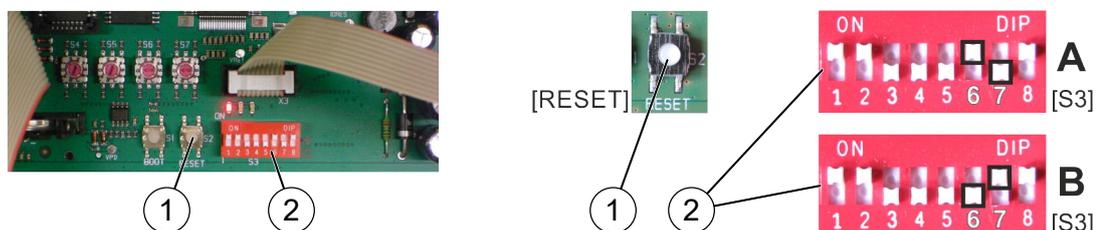

Abb. 35: [Reset]-Taster und DIP-Schalter "S3"
4. ➔ Auf der Steuerkarte CPU3 am DIP-Schalter "S3" (Abb. 35/2) die Schiebeschalter "6" und "7" in Abhängigkeit des Schaltertyps (transparent/grau) vornehmen:
5. ➔ Das System über den [Reset]-Taster (Abb. 35/1) neu starten.